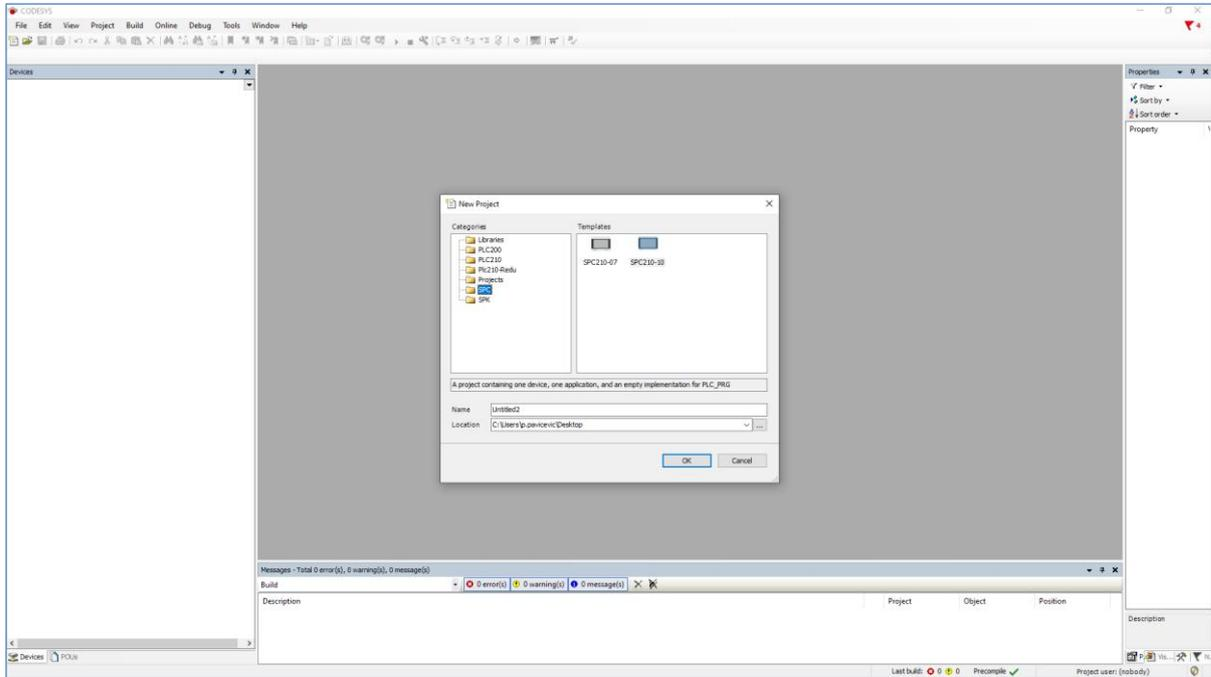

Abb. 15.1
1.1. Starten Sie CODESYS und erstellen Sie ein Projekt für die ausgewählte SPS (Abb. 15.1).